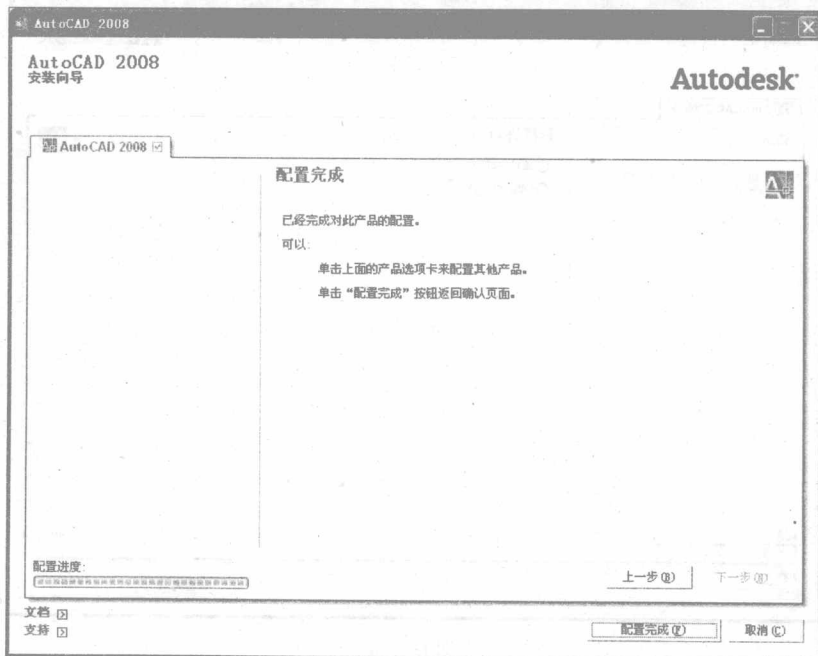

图 1-2-10
(11) 配置完成,点击“配置完成”按钮,再点击“下一步”按钮,如图1-2-10所示。